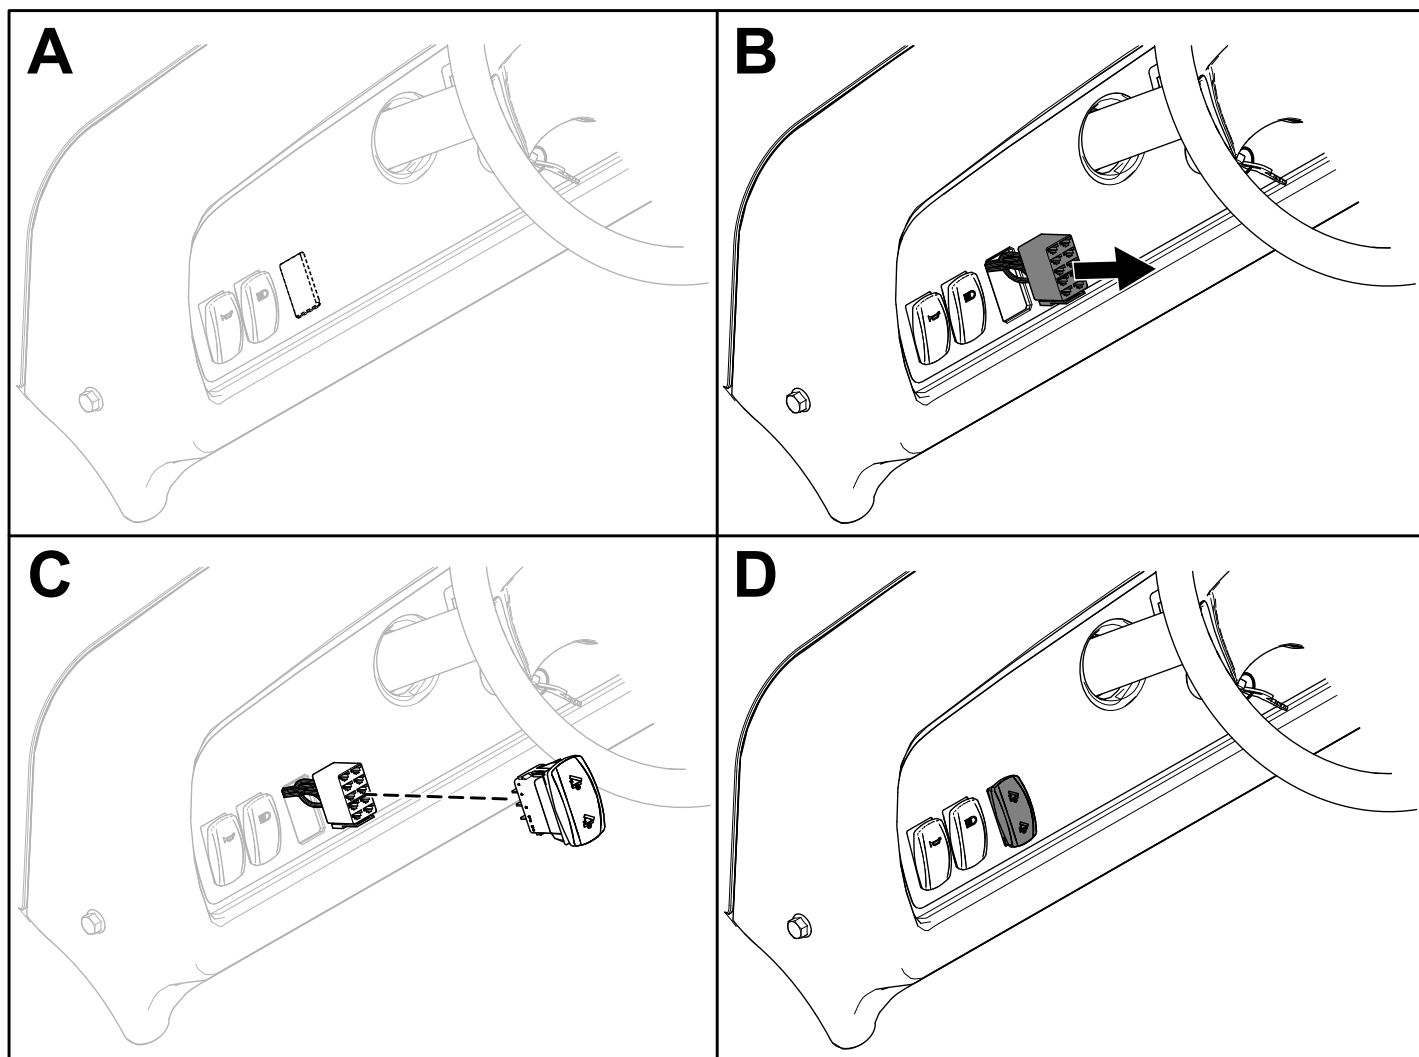

Figura 8
5. Premete verso l'alto l'interruttore di sollevamento del pianale per estendere l'attuatore (Figura 8).